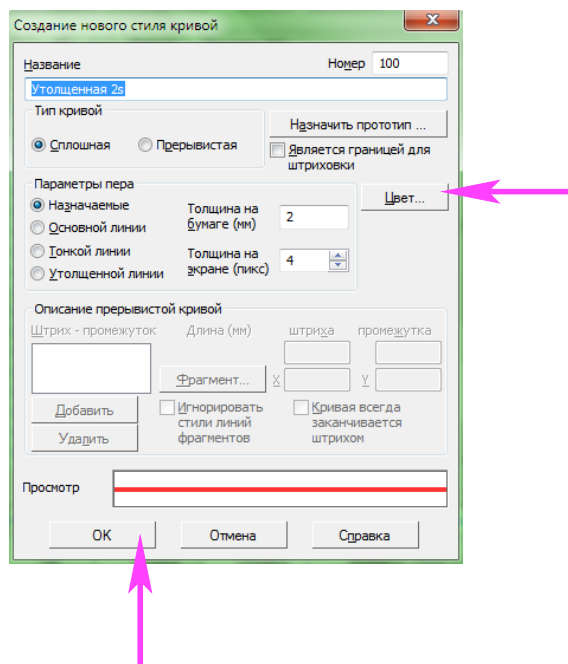

Рисунок 4
- 6.9) Настройка нового стиля завершена. Нажмите кнопку **ОК** в диалоге создания стиля.(рисунок 4)